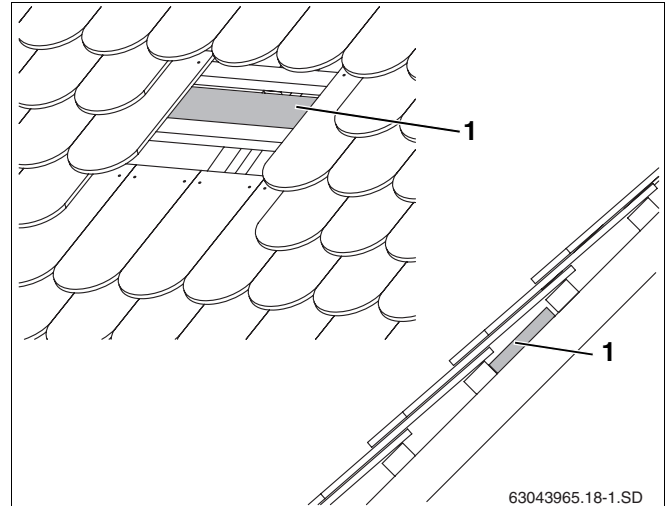

Fig. 16 Se necessário, instalar tábuas/pranchas
De acordo com as posições do gancho para telhados devem, se necessário, ser colocadas no caibro (rebaixar com contra-ripas) suficientes tábuas/pranchas resistentes (fig. 16, **item 1**) para instalar o gancho para telhados entre os caibros.